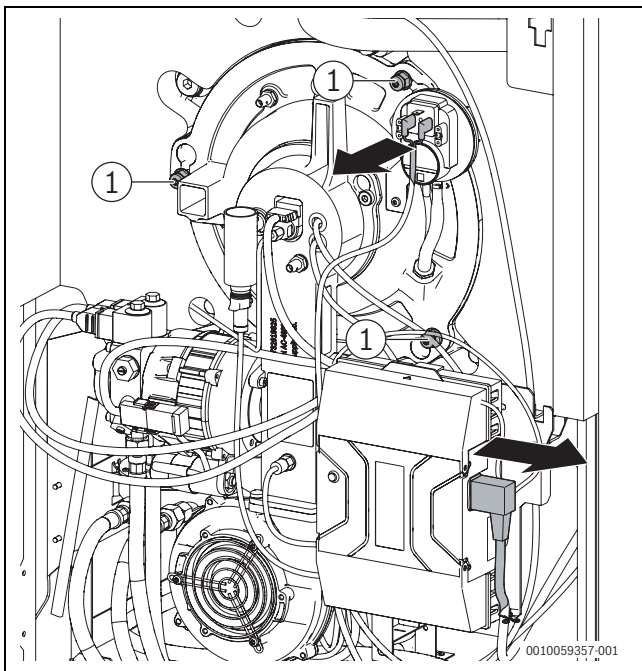

Bild 75 Muttern am Brenner
- ▶ 3 Muttern an der Bajonettbefestigung (→ Bild 75) am Brennerflansch lösen.